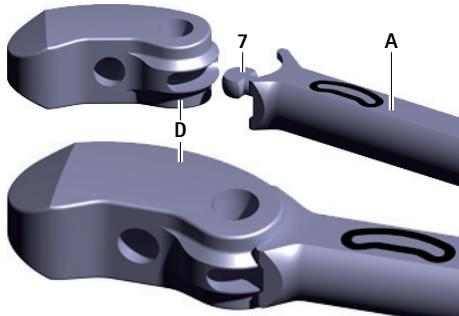

Abb. 2 Probeimplantat an Einsetzinstrument koppeln
- ▶ Probeimplantat D an Zweiflach 7 des Einsetzinstruments A koppeln, siehe Abb. 2. Dabei auf Ausrichtung des Probeimplantats achten (Orientierung anhand der Beschriftung am Einsetzinstrument).